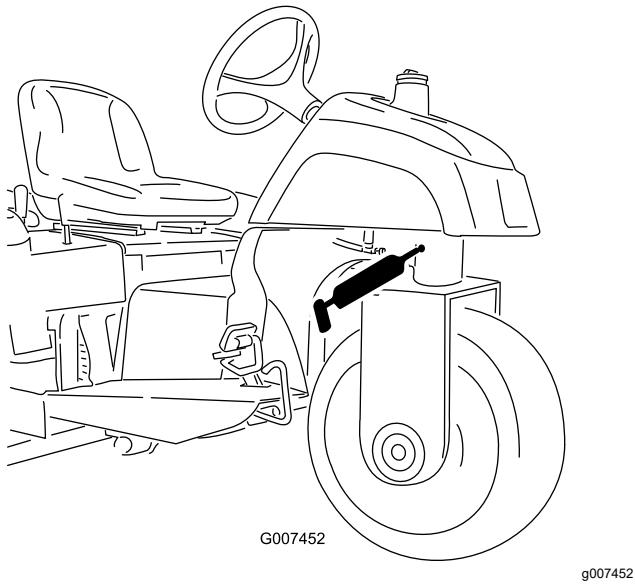

Figure 26
- Pivot de direction (Figure 26)
**Remarque:** Le raccord encastré sur le pivot de direction (Figure 26) nécessite un adaptateur pour la pompe à graisse. Vous pouvez le commander chez les distributeurs Toro agréés (réf. 107-1998).